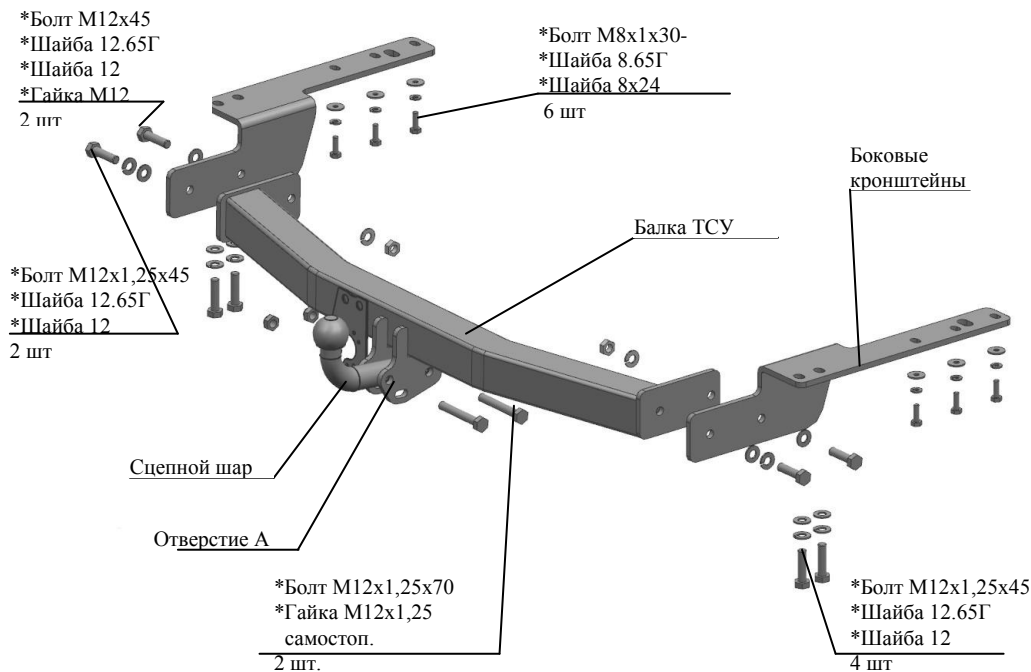

Рис.1 Тягово-сцепное устройство 7810.
2.1 ТСУ 7810 в сборе (рис.1)	1 шт.
2.2 Пакет с комплектующими (см. рис.1)	1 шт.